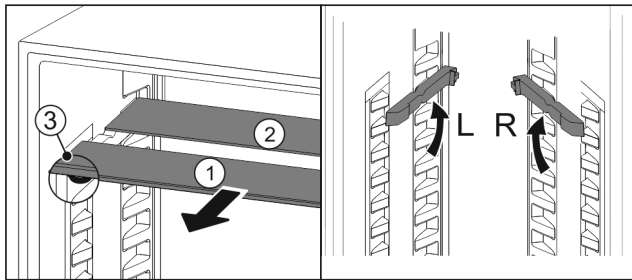

Fig. 97
- ▶ Steklene plošče posamično izvlecite Fig. 97 (1) naprej.
- ▷ Steklена plošča Fig. 97 (1) z okrasno letvijo je spredaj.
- ▷ Zaustavljalniki Fig. 97 (3) so obrnjeni navzdol.